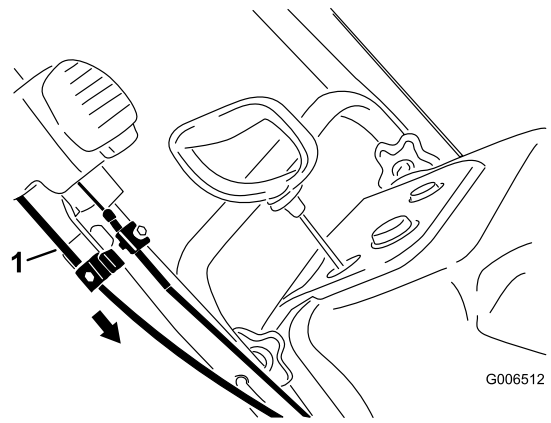

Bild 41
4. Halten Sie den Auswurfkanal in der nach vorne zeigenden Position, ziehen Sie den Mantel des unteren Bowdenzugs nach unten, bis der Bowdenzug kein Spiel mehr hat. Ziehen Sie dann die Schraube an der unteren Kabelklemme fest (Bild 41).